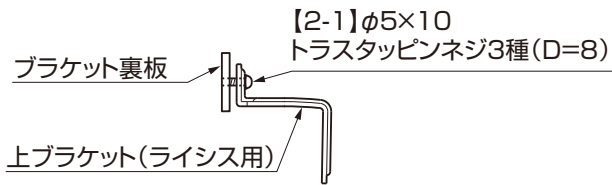
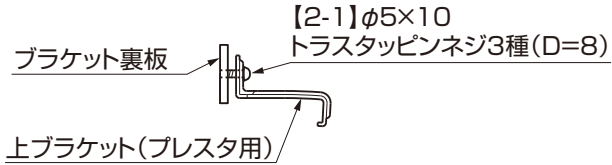

図5-1 上ブラケット(ライシス用)
図5-2 上ブラケット(プレスタ用)
- ①上段フェンスの機種に合わせて上ブラケットとブラケット裏板を【2-1】で仮止めしてください。(図5-1、図5-2参照)